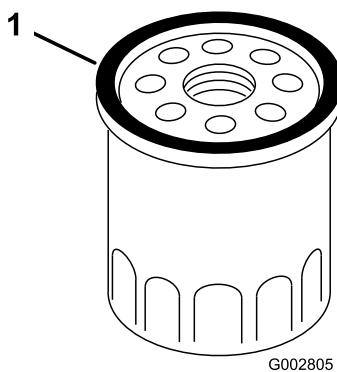

Figura 29
7. Con il dito, spalmate l'olio sulla guarnizione del nuovo filtro (Figura 29).